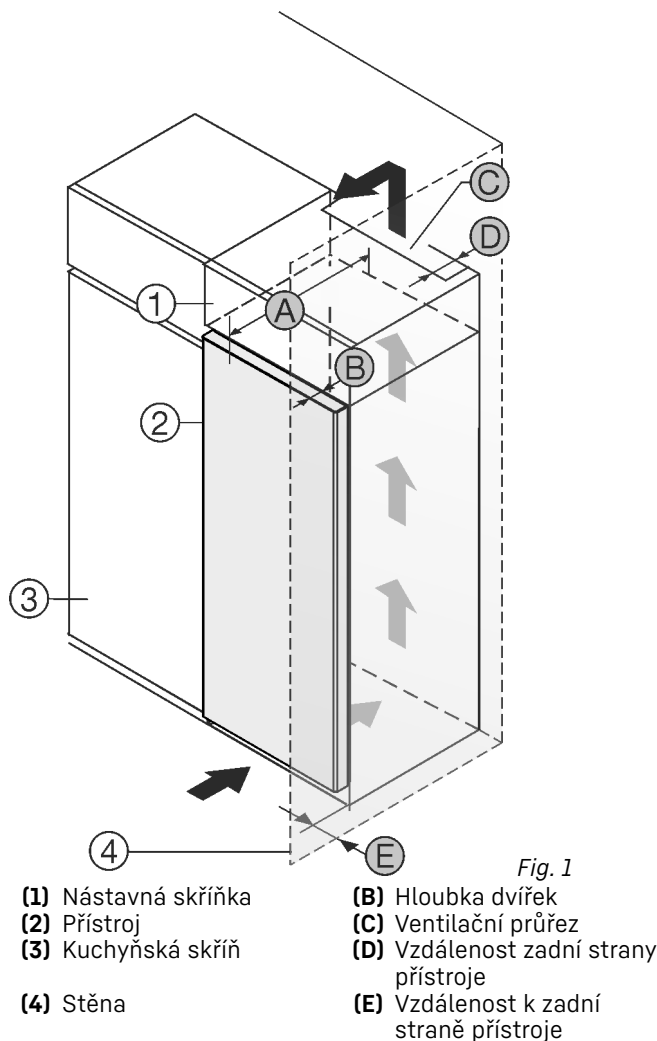

Fig. 1
Příklad nainstalujte přímo vedle kuchyňské skříňky Fig. 1 (3).
Na zadní straně nastavné skříňky musí být větrací šachta hluboká Fig. 1 (D) přes celou šířku nastavné skříňky.
Pod stropem místnosti musí být dodržen větrací průřez Fig. 1 (C).
Když se přístroj instaluje závěsy vedle stěny Fig. 1 (4), musí být vzdálenost mezi přístrojem a stěnou minimálně 13 mm.
Když se přístroj instaluje závěsy vedle stěny Fig. 1 (4), musí být vzdálenost mezi přístrojem a stěnou minimálně 20 mm.
Aby bylo možné dvířka plně otevřít, musí přístroj přesahovat o hloubku dvířek Fig. 1 (B) vůči přední linii kuchyňské skříňky. V závislosti na hloubce kuchyňských skříňek Fig. 1 (3) a použití vymezovačů odstupů od stěny může přístroj vyčnívat dále.